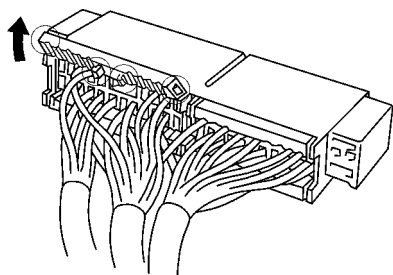

图 18-67 放松 4 个翼片打开端子盖
1) 放松 4 个翼片，打开端子盖，如图 18-67 所示。